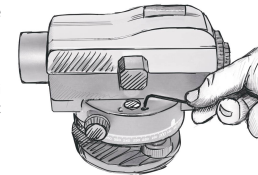

Abb. 8
e) Wiederholen Sie den Vorgang, bis die Libellenblase auch bei Drehungen des Geräts zentriert bleibt (Abb. 8).